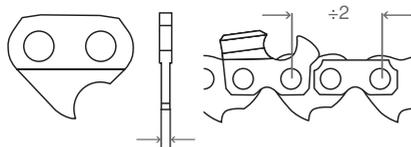

Рис. 2 Определение шага цепи и толщины ведущего звена
1. Определить шаг цепи и толщину ведущего звена (Рис.2).